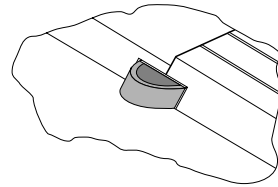

Abb. 17
- Schieben Sie den Riegel über den Druckpunkt hinaus, bis zum Anschlag hinein. (Abb. 17).